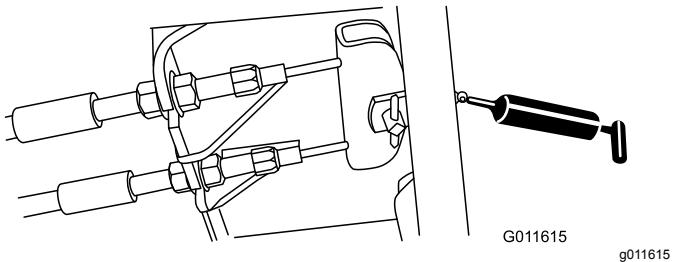

Figura 68
- Pedal do travão (1) (Figura 68)